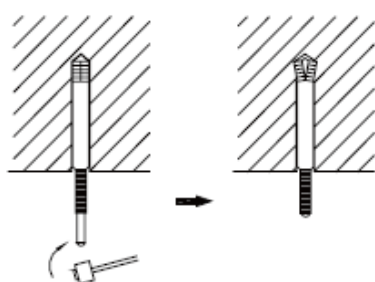
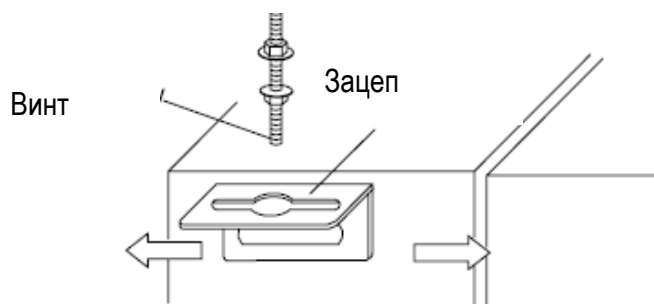

Рис. 4
Рис. 5
- (1) Вставить анкерный болт M10 в отверстие; затем забить болт в дюбель. Расстояние между отверстиями приводится на рис. 4. Процедура крепежа анкерных болтов описана на рис. 5.
- (2) Присоединить зацеп к агрегату, см. рис. 5.